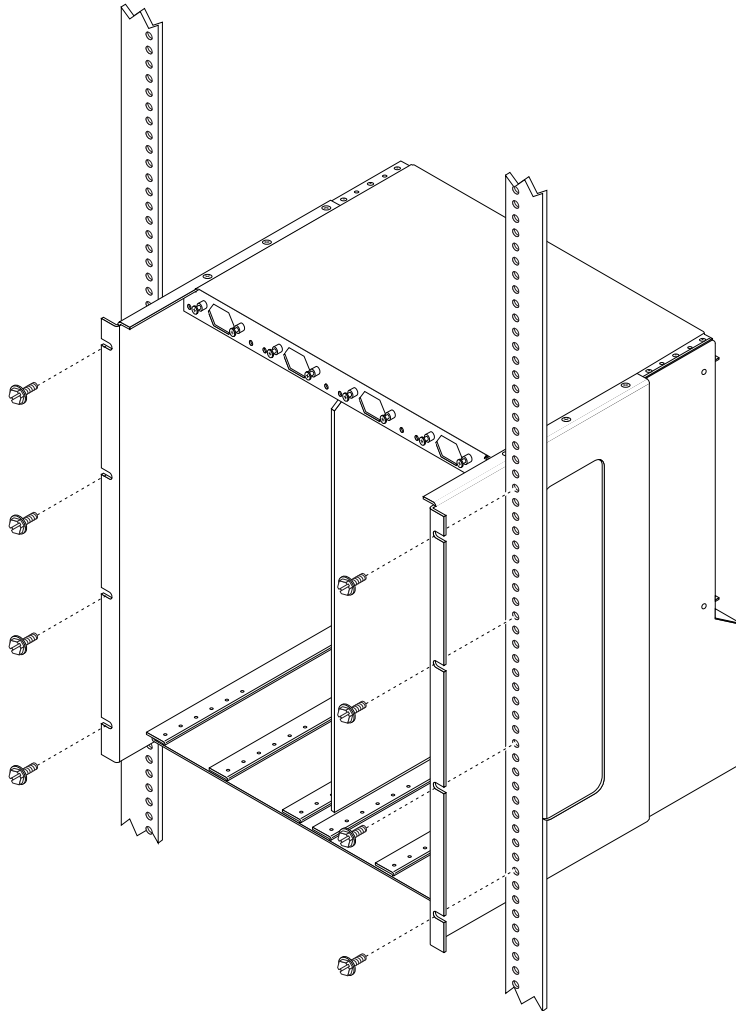

ABBILDUNG 3-3 Montieren des Netra ct-Chassis im Rack
1. Heben Sie das Netra ct-Chassis auf die entsprechende Höhe im Rack, und richten Sie es so aus, dass sich die Montagelöcher auf der Seite des Chassis über den Montagelöchern der Rack-Führungsschienen (ABBILDUNG 3-3) befinden.